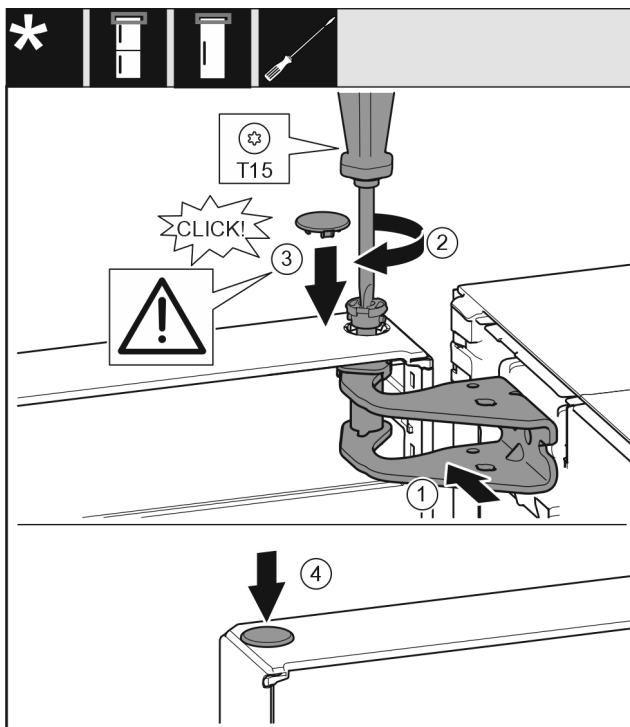

Fig. 17
- Tür oben zur Öffnung im Lagerbock ausrichten. Fig. 17 (1)
- Bolzen einsetzen und mit Schraubendreher T15 festschrauben. Fig. 17 (2)
- Sicherungsabdeckung zur Sicherung der Tür montieren: Sicherungsabdeckung einsetzen und Kontrollieren ob sie auf der Tür aufliegt. Ansonsten Bolzen vollständig einsetzen. Fig. 17 (3)
- Stopfen einsetzen. Fig. 17 (4)